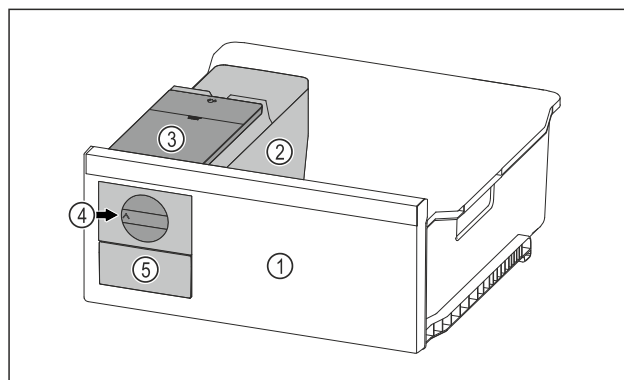

Fig. 120 Reprezentare exemplificatoare
- ▶ Rotiți butonul rotativ Fig. 120 (4) în sens orar până la opritor.
- ▷ Cuburi de gheață cad din tava pentru cuburi de gheață în sertarul pentru cuburi de gheață Fig. 120 (5). Dacă nu sunt extrase toate cuburile de gheață din tava pentru cuburi de gheață: